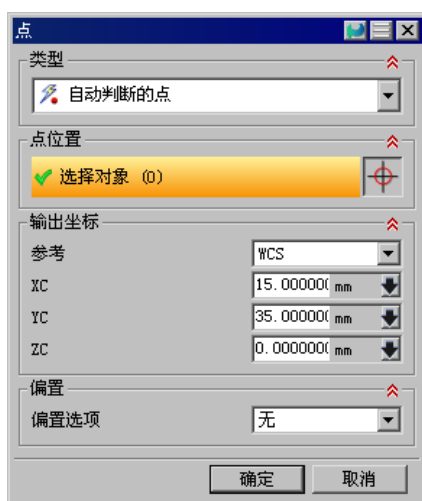

图 9.7 “点”对话框
Step2. 在“非切削移动”对话框中选择 **逼近** 选项卡, 然后在 **逼近刀轨** 区域 **刀轨选项** 下拉列表中选择 **点** 选项, 然后单击“点对话框”  按钮, 系统弹出“点”对话框, 在该对话框设置图 9.7 所示的参数, 单击 **确定** 按钮。